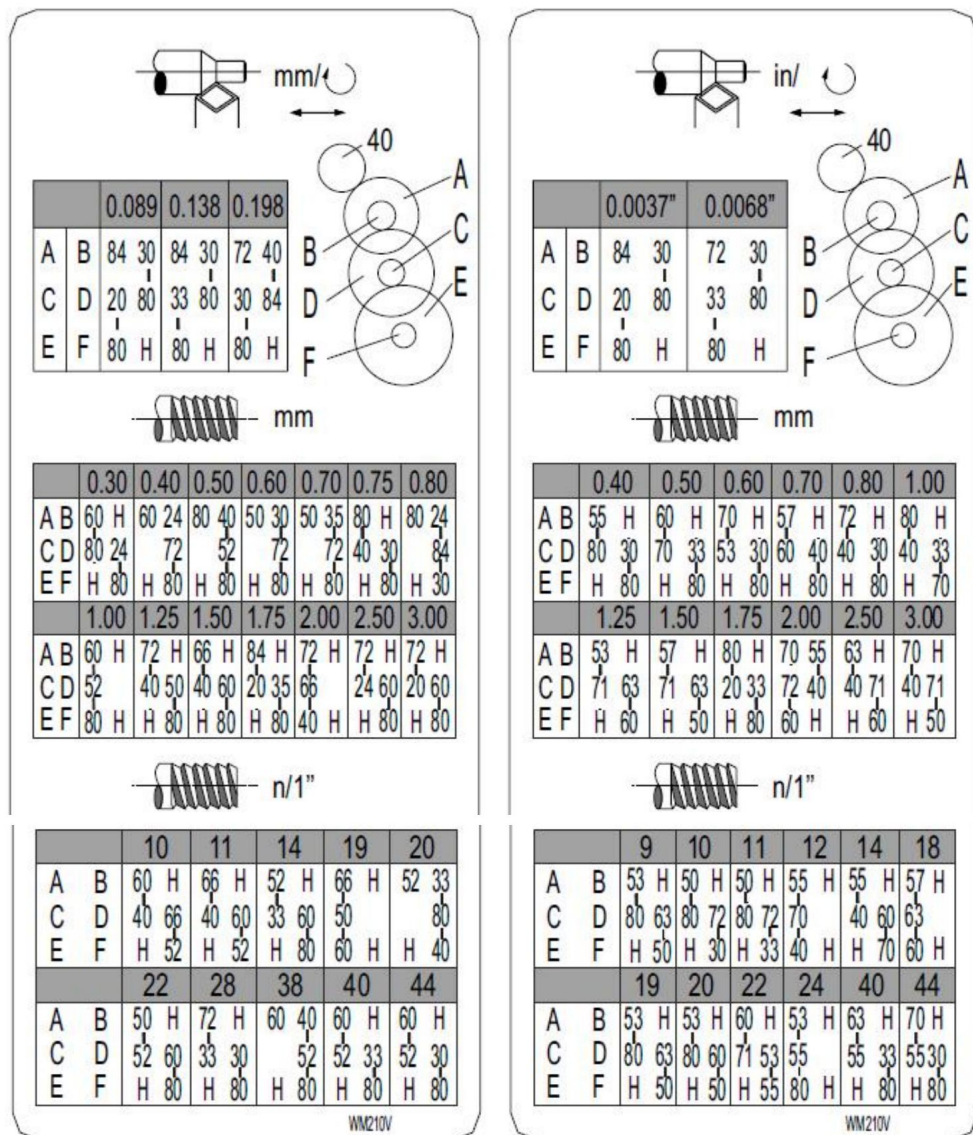

Fig. 20
6. Installera kugghjulen enligt gäng- och matningstabellen (fig. 20) och skruva fast kugghjulen på kvadranten igen.
Ställ in maskinen till önskad gängstigning (enligt gängningsschemat, Fig.20). Starta maskinen och koppla in halvmuttern. När verktyget når delen skär det den första gängningen. När verktyget når slutet av snittet, stoppa maskinen genom att stänga av motorn och dra samtidigt tillbaka verktyget ur delen så att det rensar gängan. Lossa inte halvmutterspaken. Vänd motorns riktning för att tillåta skärverktyget att gå tillbaka till startpunkten. Upprepa dessa steg tills du har uppnått önskat resultat.